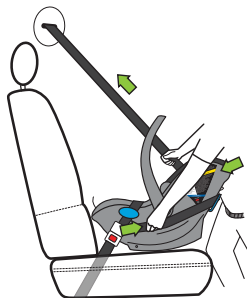

Figure 79
- Utilisez votre corps pour pousser le porte-bébé contre le dossier du siège du véhicule et le faire bouger tout en tirant sur la ceinture d'épaule pour éliminer le mou, comme le montre la **Figure 79**.